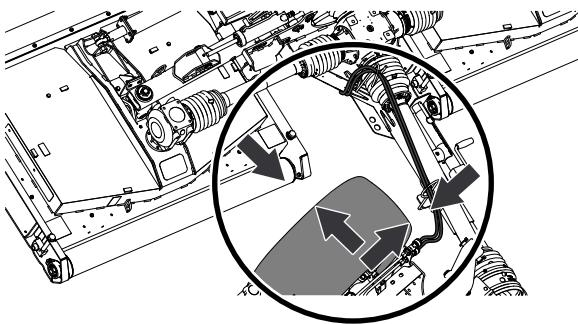

Figura 43
- 3. Durante la svolta, controllate che vi sia spazio tra lo pneumatico del veicolo di traino e i componenti del tosaerba (**Figura 43**).